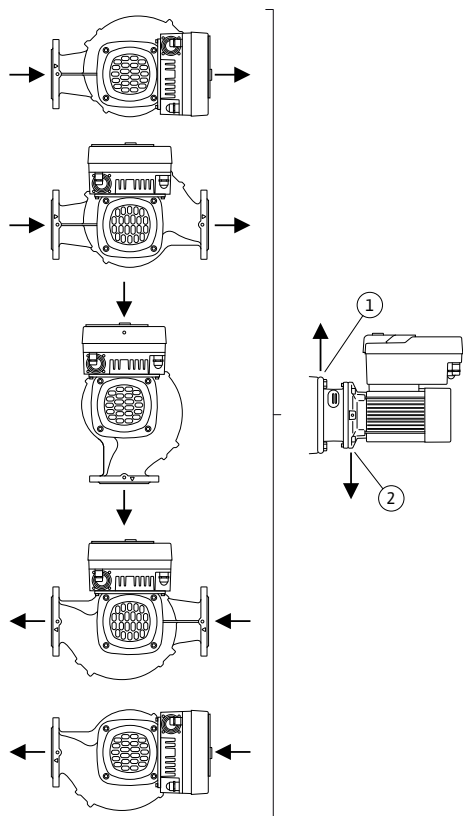

Fig. 16: Posições de montagem autorizadas com o veio horizontal
- No caso do veio do motor horizontal, o furo para condensado deve estar virado para baixo (Fig. 16, pos. 2). Se necessário, o motor deve ser rodado.